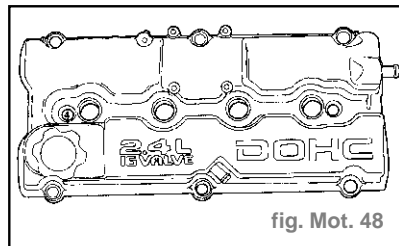

fig. Mot. 48
- Poser l'ensemble de cache-culbuteurs sur la culasse et serrer les fixations dans l'ordre illustré (fig. Mot. 48). Adopter la méthode de serrage en trois étapes :